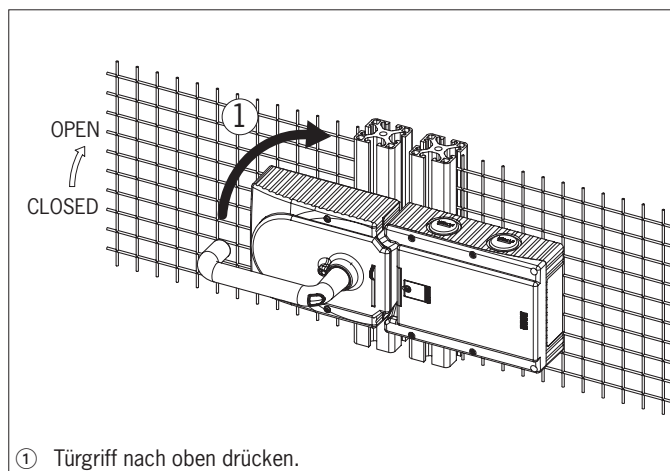
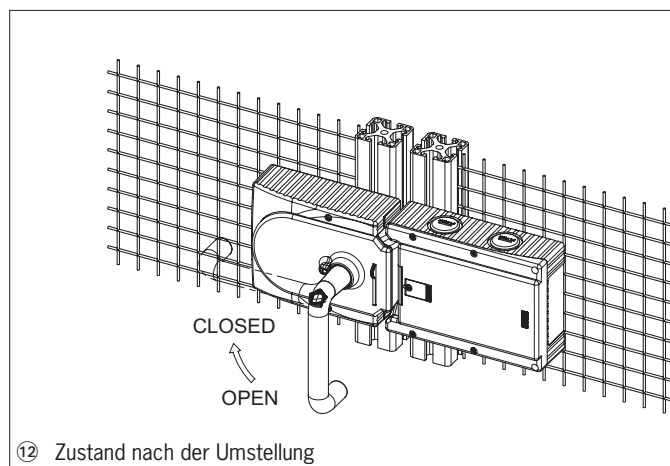

Bild 10: Betätigungsrichtung umstellen, Schritt ①
Bild 15: Betätigungsrichtung umstellen, Endzustand
Montageschritte siehe *Bild 9* und *Bild 10* bis *Bild 15*.
- Für links angeschlagene Türen wird das System sozusagen umgedreht montiert. D.h. die Schutzeinrichtung öffnet, indem man den Türgriff nach oben drückt (siehe Bild 10). Daher muss die Betätigungsrichtung des Türgriffs umgestellt werden (siehe Bild 10 bis Bild 15).